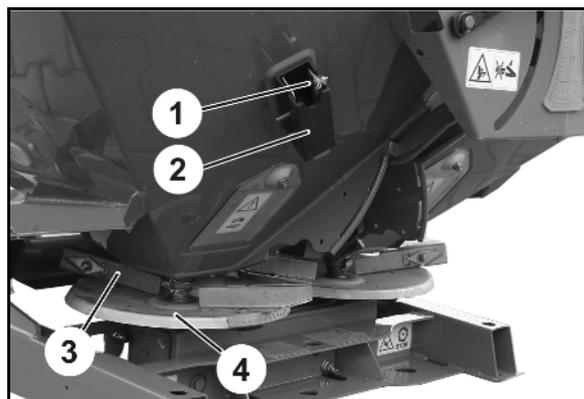

Fig. 84
- Lors de l'**épandage en limite**, diminuez de deux graduations sur l'échelle graduée (Fig. 84/2) la position du clapet via le levier de réglage (Fig. 84/1) sur le côté gauche de la machine.